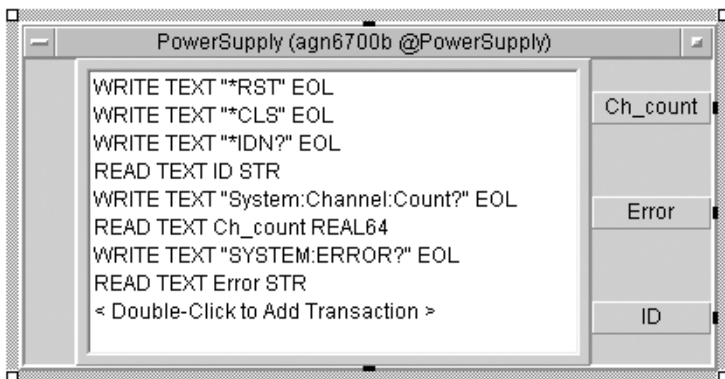

Рис. 5.1
2. Создать объект проверки устройства. Для этого выбрать пользовательский объект (UserObject) из главного меню (Device → UserObject). Зайти в него двойным нажатием левой клавиши мыши и поместить туда созданный объект прямого ввода/вывода для PowerSupply и экран отображения AlphaNumeric. Дополнить объект прямого ввода/вывода командами и интерфейсами, аналогично рис. 5.1.